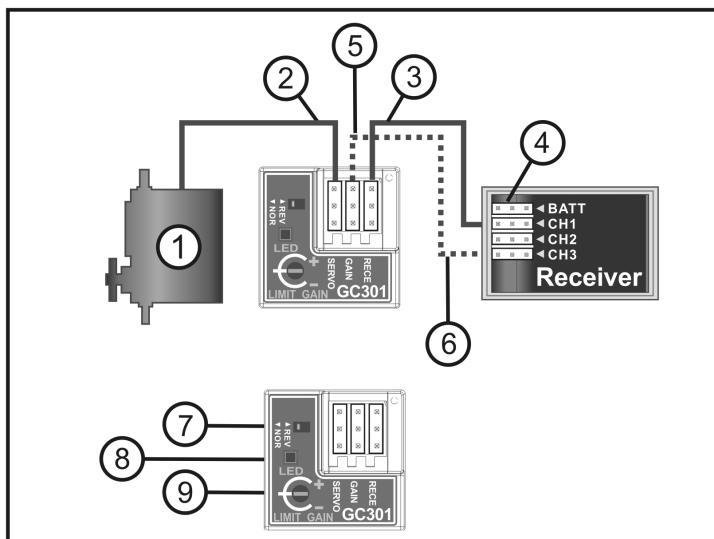

Figure 2
Si vous souhaitez utiliser le raccordement Version 1, reliez, comme indiqué sur la Figure 2, le cordon du servo (1) à l'emplacement « SERVO » du module (2).
→ Sur la Figure 2 vous voyez également l'interrupteur-inverseur pour l'inversion du sens de rotation de la fonction Gyro (7), les LED servant au contrôle de fonctionnement (8) et le potentiomètre pour le réglage de la sensibilité du Gyro (9). Observez les consignes relatives aux éléments indiqués aux points suivants de ce manuel d'utilisation.
Allumez ensuite l'émetteur et ensuite l'installation de réception. La calibrage du module Gyro est lancé. La LED rouge est allumée et la LED verte (voir Figure 2, pos. 8) clignote lentement. Quand le Gyro est calibré, seule la LED rouge est allumée.
Dans le cas contraire, le sens de fonctionnement du Gyro doit être tourné. Pour cela éteindre l'installation de réception. Il faut inverser l'interrupteur-inverseur (voir Figure 2, pos. 7) au moyen d'un outil approprié (par ex. un petit tournevis). Remettez l'installation de réception en marche et vérifiez si le sens de rotation du servo de pilotage est correct.